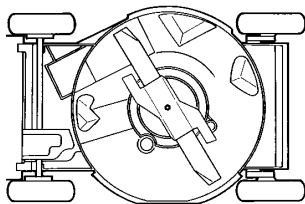

Figure 20
3. Basculer la tondeuse sur le côté gauche (Fig. 20). Eviter de faire tourner la lame, pour ne pas provoquer de problèmes de démarrage.